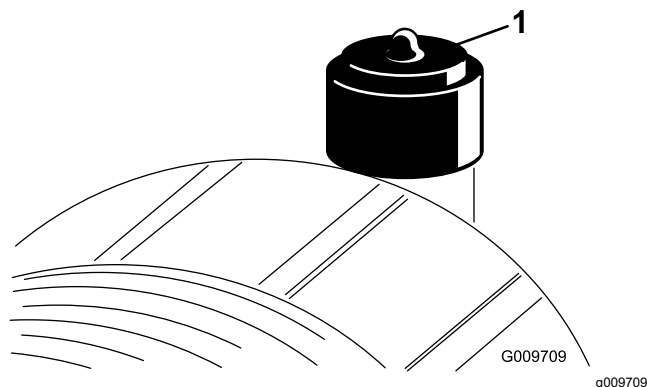

Figure 56
N'effectuez l'entretien de l'élément filtrant du filtre à air que lorsque l'indicateur de colmatage (Figure 56) indique que cela est nécessaire. Ne remplacez pas l'élément filtrant plus fréquemment que nécessaire ; cela ne fait qu'accroître le risque de contamination du moteur par des impuretés quand l'élément est déposé.
2. Réarmez l'indicateur de colmatage (Figure 56) s'il est rouge.